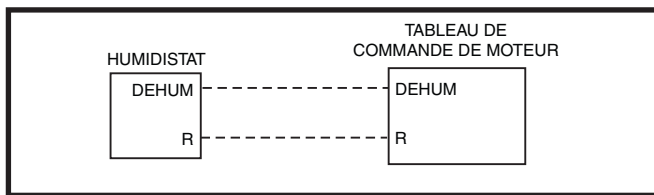

Figure 23. Configuration de câblage DEHUM avec humidistat
- Si le thermostat de la salle intègre un capteur d'humidité et une sortie **DEHUM**, brancher la sortie **DEHUM** du thermostat à la borne **DEHUM** du tableau de commande de moteur. Consulter la Figure 23.